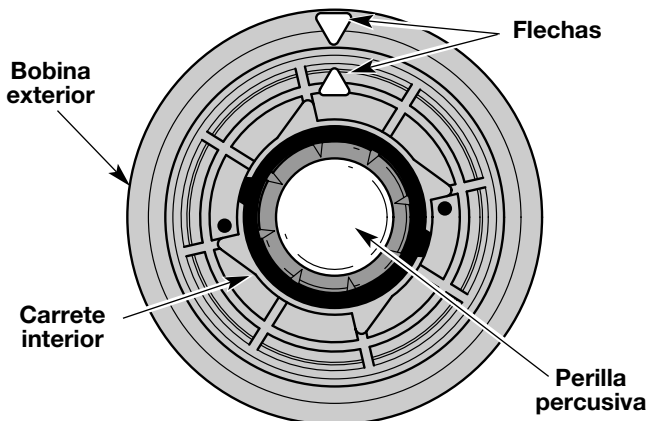

Fig. 8
2. Sostenga la bobina exterior y de vuelta al carrete interior en sentido contrario al de las manecillas del reloj para alinear las flechas de la bobina exterior y el carrete interior (Fig. 8).